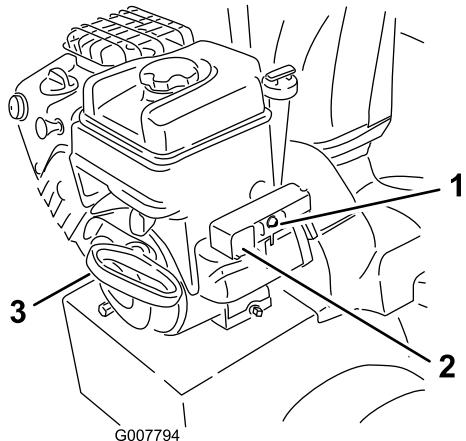

Figure 24
9. Démarrez la machine en tirant sur le lanceur ou en appuyant sur le bouton du démarreur électrique (Figure 24).
8. Démarrez la machine en tirant sur le lanceur ou en appuyant sur le bouton du démarreur électrique (Figure 24).